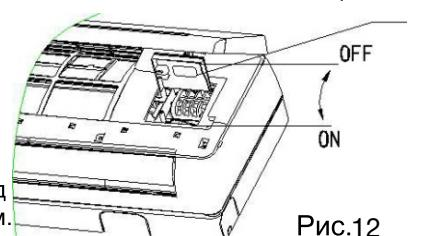

Рис.12
- Ослабьте винт на соединительной крышки. (Рис.12)
- Подключите соединительные провода питания и провод управления сигналом отдельно к соответствующим клеммам. (См. рис.14, рис.12)